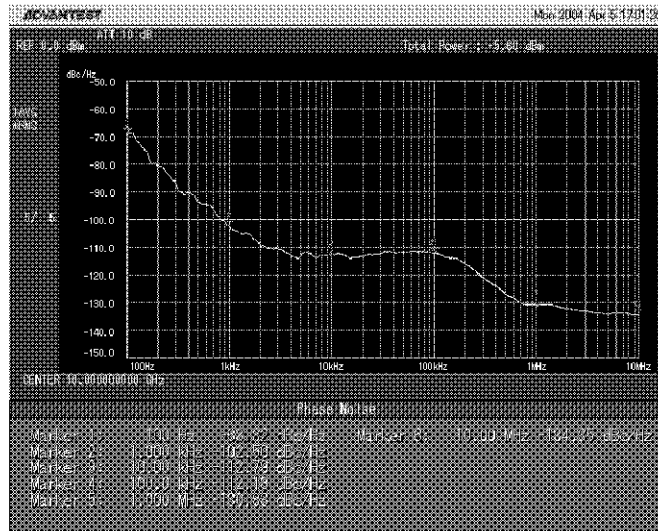

図 2-5 マルチ・マーカを使用した位相ノイズの読み取り
- 9 の操作を繰り返すと図 2-5 のような表示になります。